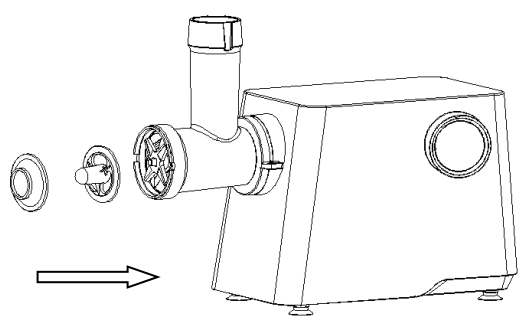

Rys. 7
- Umieść mięso na tacce z jedzeniem. Popychacz może być używany tylko do wpychania mięsa do otworu tacy podczas pracy urządzenia. (rys. 7)